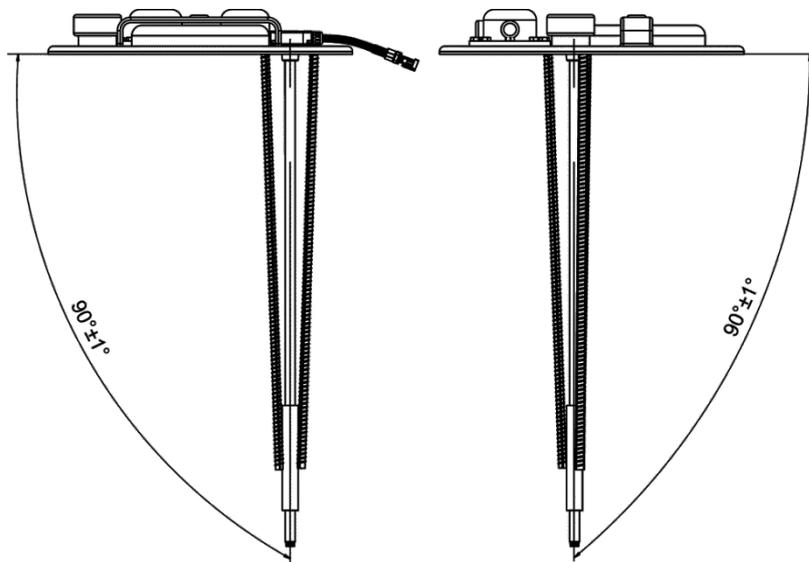
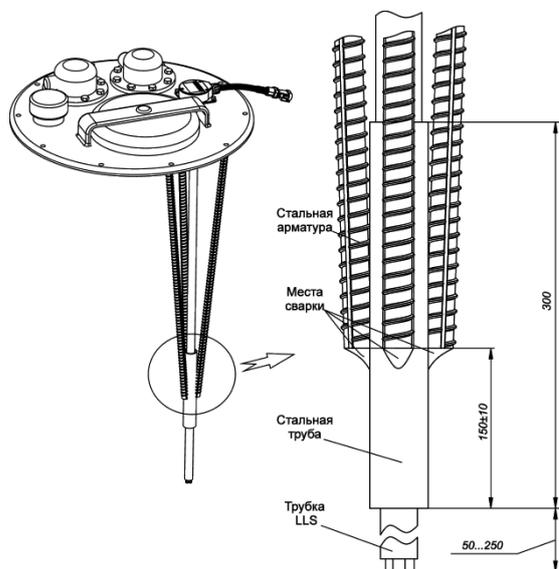
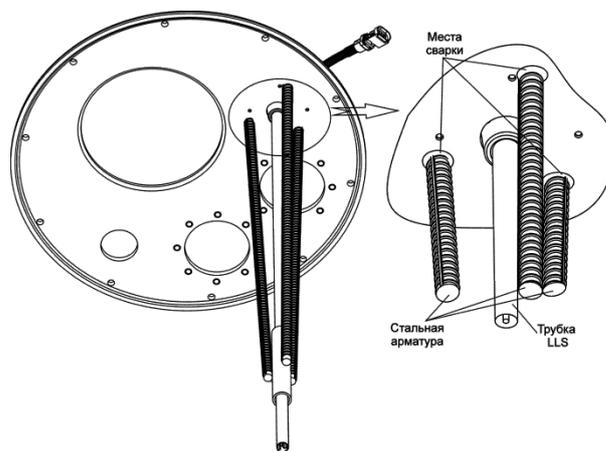

Рисунок 36
Рисунок 37
Рисунок 38
4. Произвести сварочные работы согласно рисункам (Рисунок 37, Рисунок 38), выдерживая угловые размеры, указанные на рисунке (Рисунок 36).